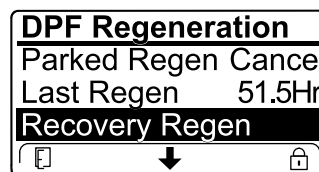

Figura 48
- Si la computadora del motor no ha sido solicitado una regeneración de recuperación y usted se desplaza a la opción RECUPERACIÓN DE RECUPERACIÓN, la regeneración de recuperación se bloquea y el icono de bloqueo (Figura 48) aparece en la esquina inferior derecha del InfoCenter.